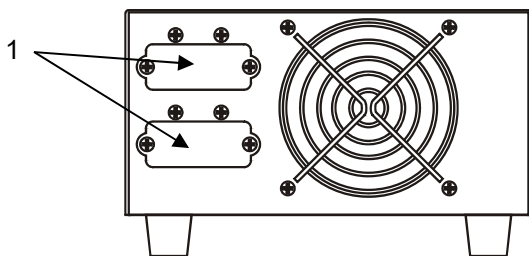

Рисунок 2 – Внешний вид, расположение органов подключения на передней панели ЗУ
Конструктивно ЗУ выполнено в металлическом корпусе, предназначенном для установки на горизонтальной поверхности. На передней панели ЗУ (см. рисунок 2) расположены:
- снимите защитную крышку с одного из разъемов ЗУ для подключения БМ или внешней батареи (поз. 1, рис. 2);